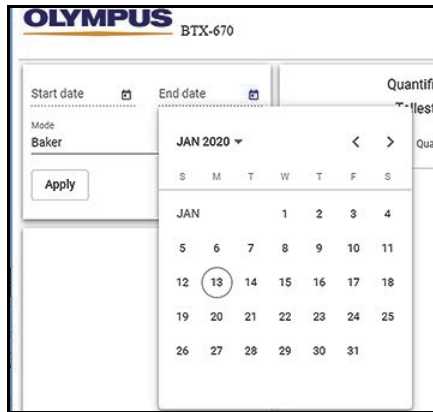

Рис. 5-6 Диалоговое окно Дата/Режим
2. В диалоговом окне **Date/Mode** [Дата/Режим] (см. Рис. 5-6 на стр. 77) откройте календарь, чтобы найти результаты по дате (опционально).